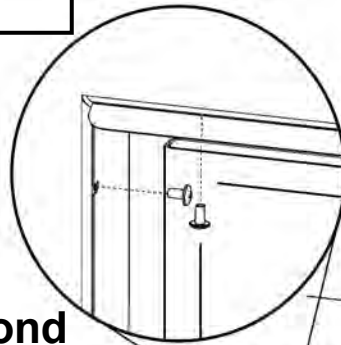

Figure 55.
1. Attachez la plaque de fond, sans la serrer, au boîtier de l'encastrable en utilisant les dix vis à tête Phillips M6 x 8 mm, tel que montré à la Fig. 55. Serrez les vis en alternance.